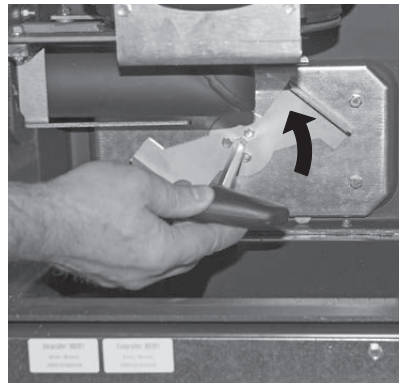

Fig. 81 Griff verdrehen gegen den Uhrzeigersinn verdrehen
- ▶ Deckel-Nachheizflächen ansetzen und Griff gegen den Uhrzeigersinn bis zum Anschlag verdrehen – Fig. 81.